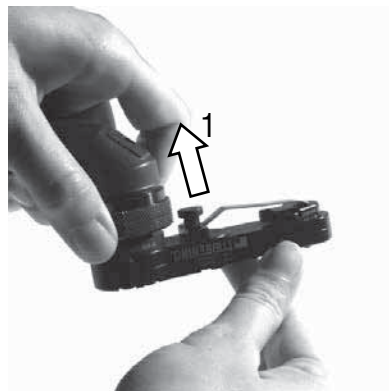

Abb. 8.1: Schnellverstelladapter einstellen | Version II
1. Den Antrieb mit der einen Hand festhalten und den Verriegelungsring hochziehen (s. Abb. 8.1 Pos. 1). Mit der anderen Hand den Flachabtrieb in die gewünschte Stellung drehen (s. Abb. 8.1 Pos. 2).